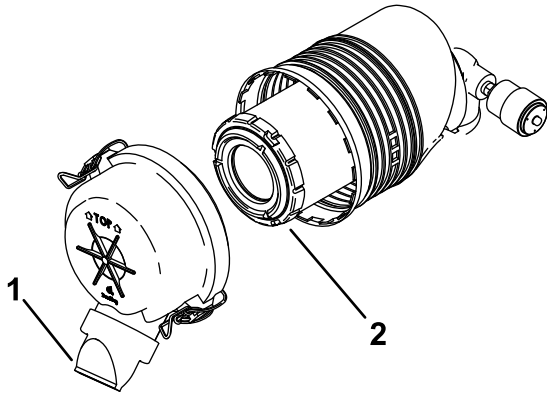

Figura 41
- D. Instale la cubierta del limpiador de aire con el tapón antipolvo orientado hacia abajo, tal y como se muestra en la Figura 41 y cierre los enganches.